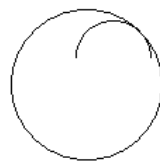

图 4.7.14 角、长度移动图元
- **Ang/Length (角/长度)**: 选取该命令后, 图元以极坐标的形式旋转, 初始选择点为极坐标的零点。在系统 输入逆时针方向的旋转角[退出] 的提示下, 输入值 -45, 单击鼠标中键, 然后在系统 在指明方向上偏距[退出] 的提示下, 输入值 20, 单击鼠标中键完成移动, 如图 4.7.14 所示。